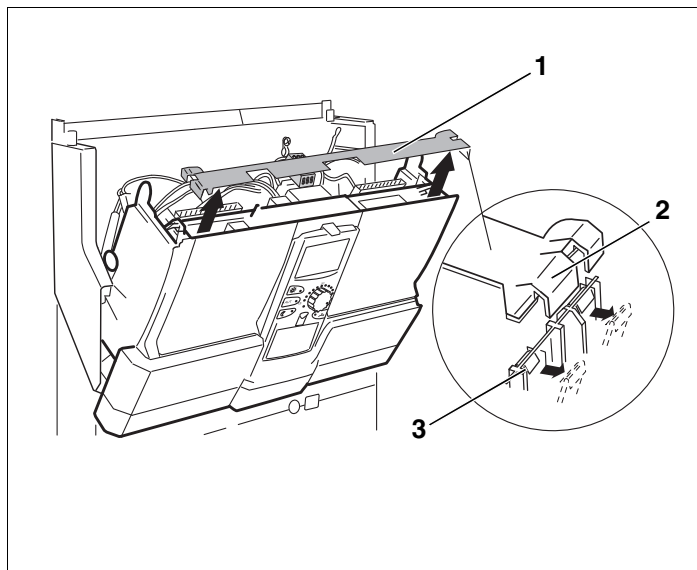

Рис. 4 Демонтаж поперечной планки
Для снятия планки (→ рис. 4, [1]) потребуется отвертка.
- ▶ Отсоедините планку с одной стороны. Для этого выдавите отверткой одну из защелок (→ рис. 4, [3]).
- ▶ Приподнимите планку за язычок (→ рис. 4, [2]).
- ▶ Снимите планку (→ рис. 4, [1]).